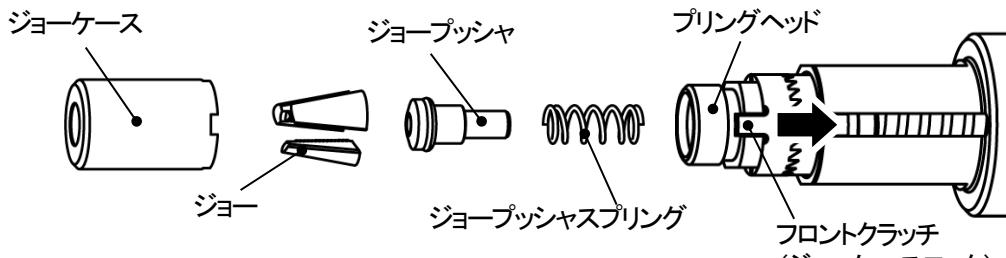

図 7-2
③フロントクラッチ(ジョーケースロック)を指で押し込み、凹凸を外し、ジョーケースを左に回してリングヘッドから取り外します。この時、外れてくる部品を(図 7-2)に示します。